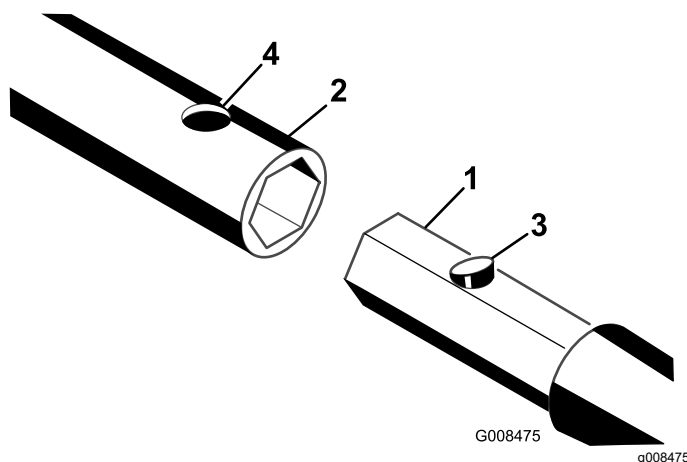

Figura 25
3. Fate scorrere il tubo d'innesto a sezione esagonale di un'asta, una punta di perforazione o di un alesatore nell'attacco. Allineate il foro sull'attacco al pulsante di aggancio (Figura 25).
4. Premete il pulsante di aggancio e spingete il tubo d'innesto nell'attacco fino a quando il pulsante non si inserisce nel relativo foro (Figura 25).